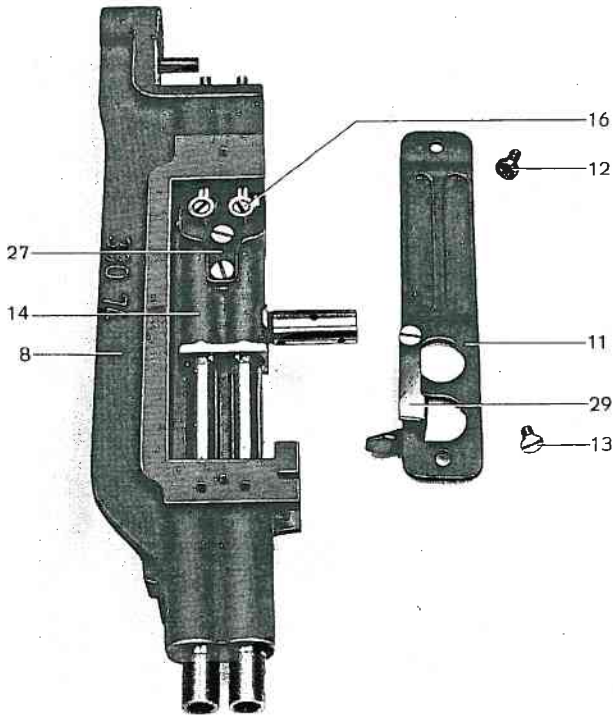

Abb. 3
5. Führungsschiene 11 nach Herausschrauben der Schrauben 12 und 13 (Abb. 3) entfernen.
8. Sicherungsschraube 16 (Abb. 3) des Klemmringes 17 (Abb. 2) entfernen, die unter dieser Sicherungsschraube befindliche Befestigungsschraube lösen und das unter dieser Befestigungsschraube liegende kupferne Druckstück herausnehmen.
a) die Rundung des unter der Befestigungsschraube liegenden Druckstückes aus Kupfer richtig an der Nadelstange liegt und die eigentliche Befestigungsschraube durch eine darüberliegende Schraube 16 (Abb. 3) gesichert werden muß.
Eine am unteren Ende der Führungsschiene 11 befindliche Sicherung 29 (Abb. 3) verhindert es, daß bei ausgebauter Nadelstangenkulisse und einer entkuppelten Nadelstange der Kreuzkopf 14 zu tief geschoben werden kann und die oberen Kugeln 19 versehentlich herauspringen können.